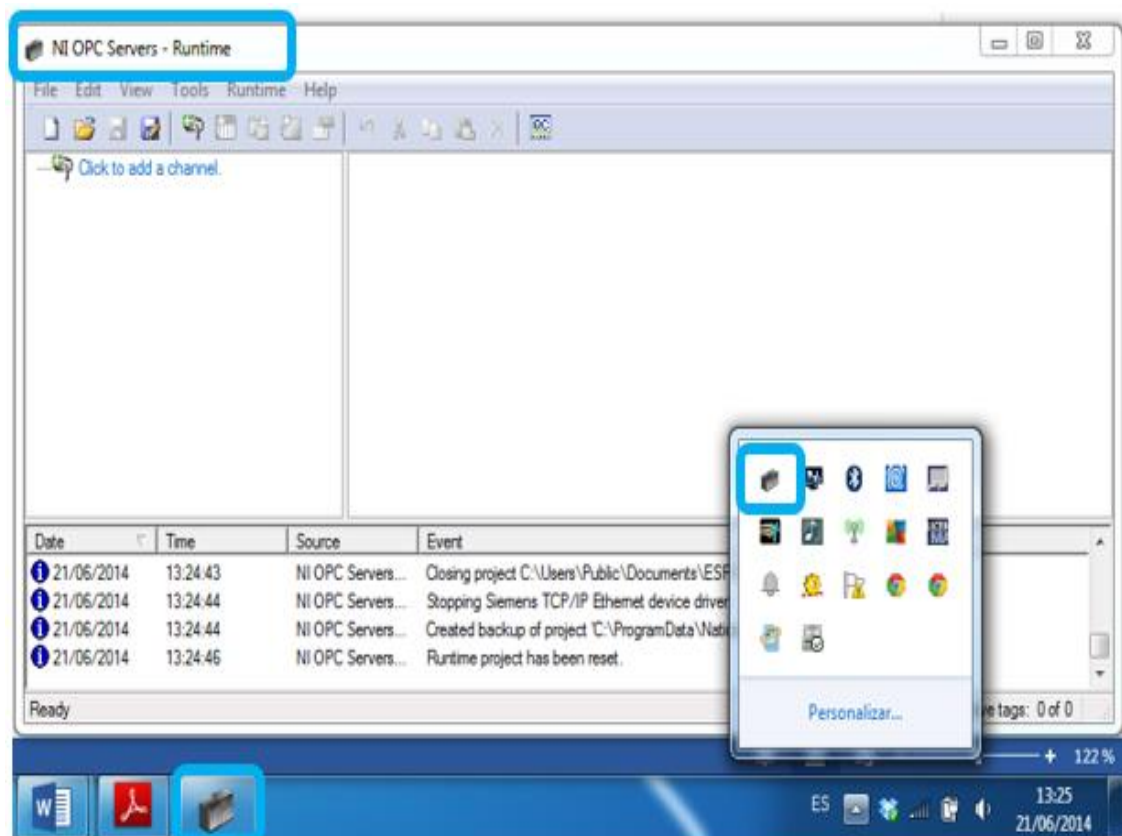

Figura 2.62: Ingreso al NI OPC Servers.
1. Abrir el NI OPC Servers como se indica en la figura 2.62, dar doble clic en el ícono de acceso rápido.